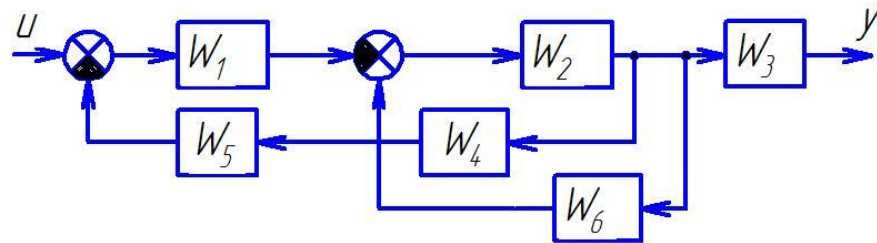

Рис.1. Структурная схема многоконтурной системы
**Пример 1. Найти эквивалентную передаточную функцию схемы (рис.1).**